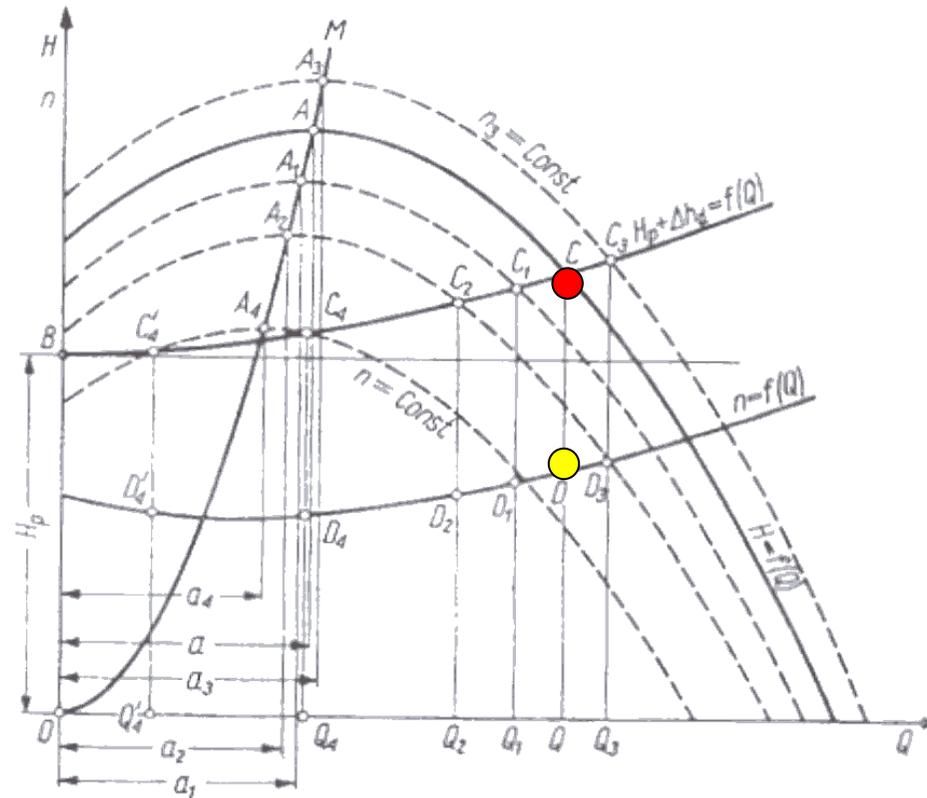

FIG. 14. Determining the speed of an impeller for changed operating conditions.
- Velocità di rotazione variabile **Fig. 14**